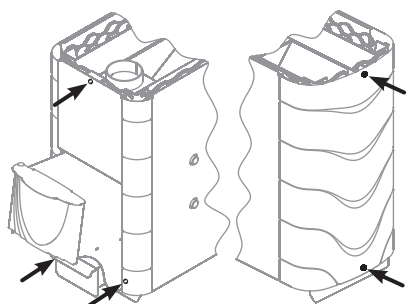

Рисунок 11. Демонтаж конвектора печи.
2. Снять конвектор, открутив 5 саморезов (рисунок 11)